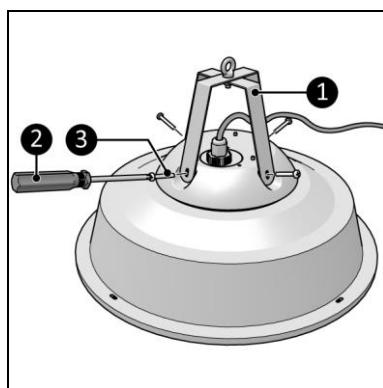

Figura 5
2. Înşurubaţi şi strâneţeţi suporturile de perete (Figura 5, poziţia 1) de dispozitiv cu cinci şuruburi mari (Figura 5, poziţia 3) folosind o şurubelnită Phillips (Figura 5, poziţia 2).